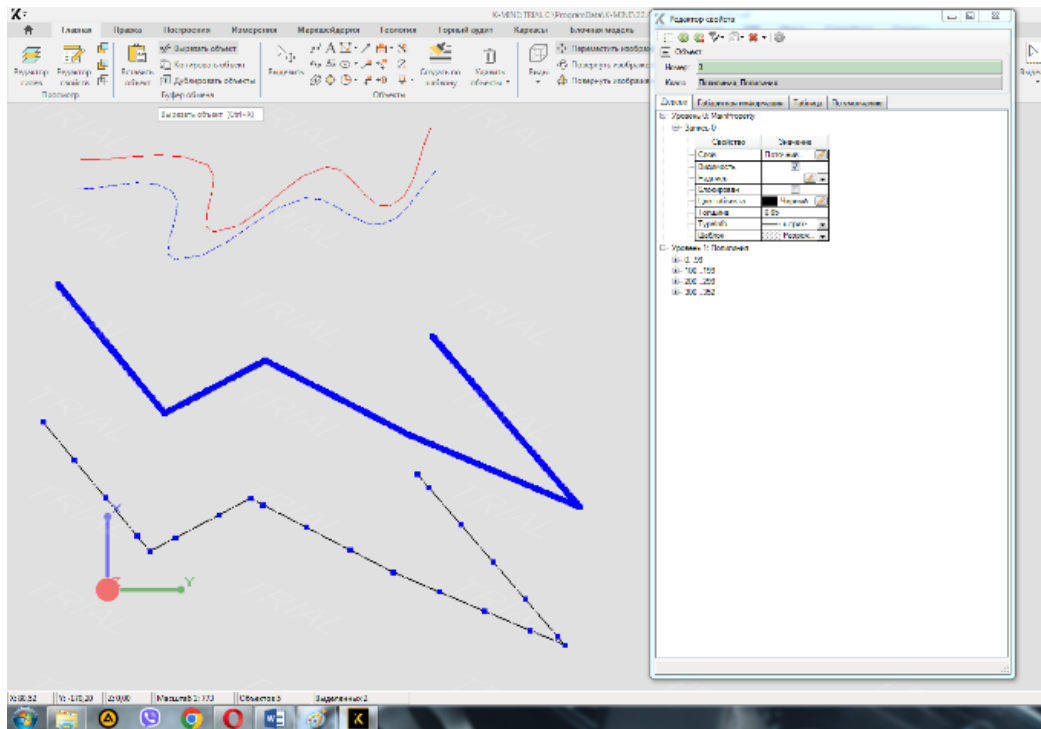

Рисунок 2.2 - Приклад виконання завдання 13
13. Намалюйте об'єкт полілінія. Помістіть його в шар Поточний стан\20\ Маркшейдерія, задайте товщину 0.65, стиль лінії - штрихпунктирна. Скопіюйте цей об'єкт в буфер обміну. За допомогою операції згладжування Виконайте згладжування з фіксованим кроком - 15 м. Вставте з буфера обміну об'єкт в довільну крапку і виділивши його, проведіть вставку 20 крапок рівномірно за лінією (рис.2.2).